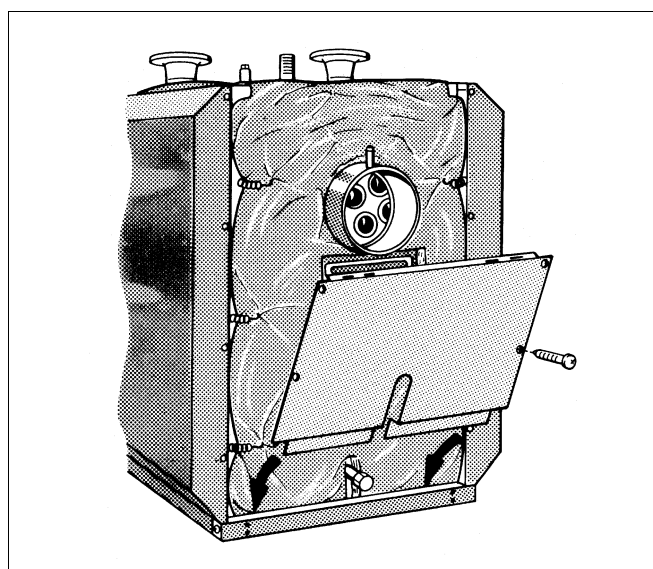

Fig. 12 Montare peretelui din spate jos
- Introduceți componenta peretelui din spate jos cu muchia în forma de Z în spatele șinei soclului, așezați-o pe muchia peretelui lateral în dreapta și în stânga și înșurubați-o cu 4 șuruburi de tablă (fig. 12).